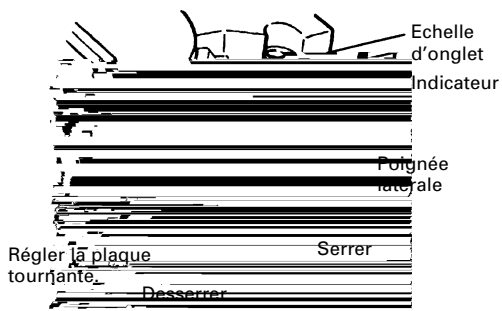

Fig. 16
- (1) Desserrer la poignée latérale et régler la plaque tournante jusqu'à ce que l'indicateur soit aligné sur le réglage voulu de l'échelle d'onglet (Fig. 16).
- (2) Resserrer la poignée latérale pour fixer la plaque tournante à la position voulue.